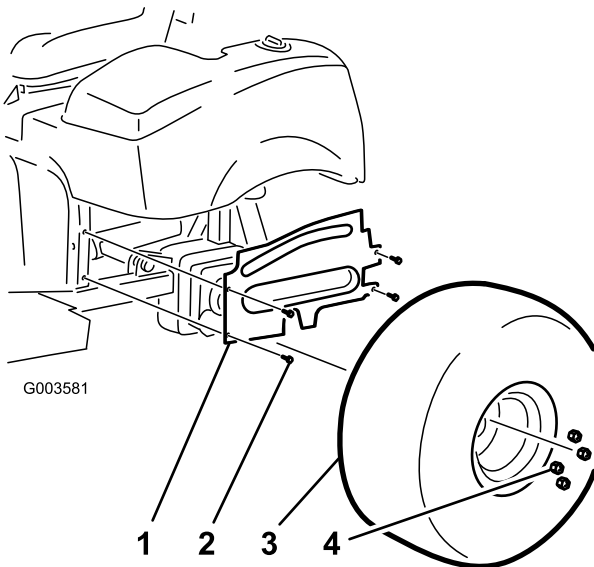

Bild 1
3. Nehmen Sie die Bundkopfschrauben ab, mit denen das Abdeckblech des linken Rades am Rahmen befestigt ist (Bild 1). Nehmen Sie das Abdeckblech ab und bewahren Sie es auf.